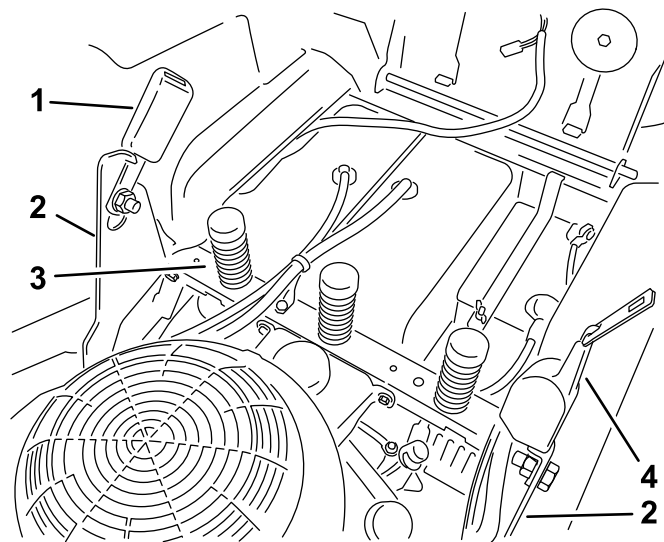

Figure 2
5. Déposez les 3 ressorts du cadre de la machine (Figure 2).
6. Déposez des supports le récepteur et l'enrouleur existants de la ceinture de sécurité (Figure 2).